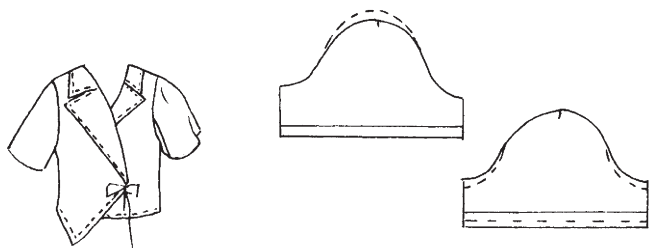

Рис. 45. Вздернутый низ рукава
*Дефект 11:* вздернутый низ рукава (рис. 45).